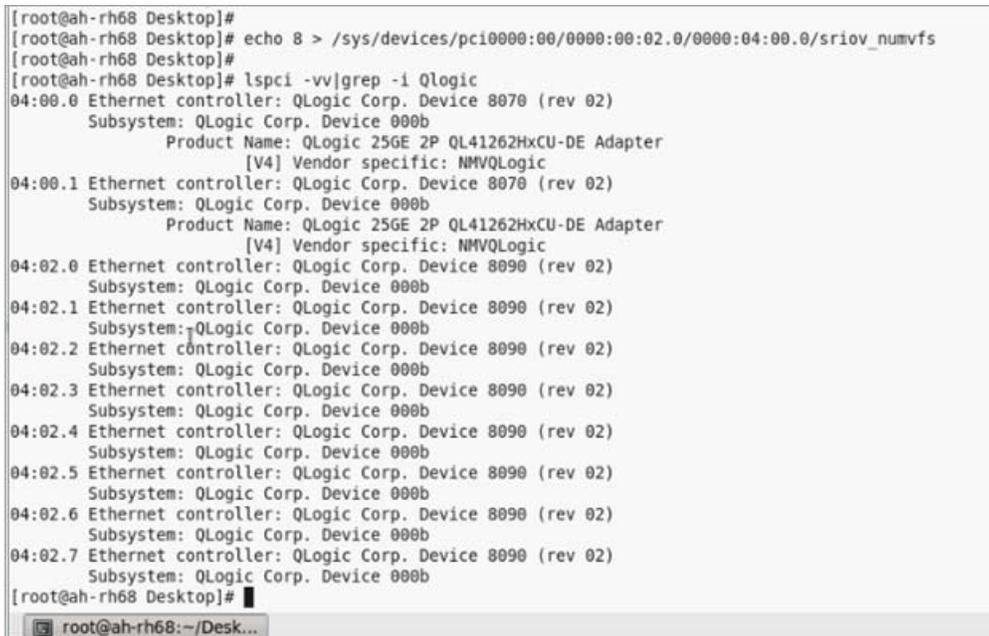

Abbildung 11-11. Befehlsausgabe für sriov_numvfs
- b. Überprüfen Sie die Befehlsausgabe (Abbildung 11-11), um zu bestätigen, dass tatsächliche VFs auf dem Bus 4, auf Gerät 2 (über den Parameter 0000:00:02.0) und über die Funktionen 0 bis 7 erstellt wurden. Beachten Sie, dass die tatsächliche Gerät-ID von den PFs (in diesem Beispiel 8070) im Vergleich zu den VFs (in diesem Beispiel 9090) abweicht.